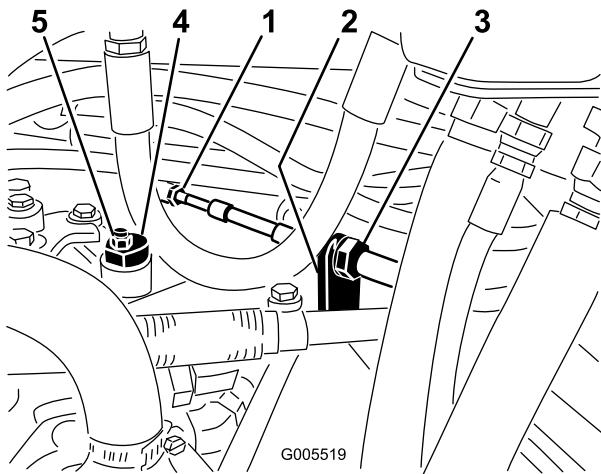

図 54
- A. 走行ケーブルを油圧トランスマッisionのバルクヘッドに取り付けているジャムナット（図 54）を両方ともゆるめる。ジャムナットは調整ができるよう十分に、また均等にゆるめること。
注 偏芯ナットをトランスマッision上部に止めているナット（図 54）をゆるめる。
- C. どちらにも車輪が回らないように偏芯ナットを回して調整する。調整ができたら固定ナットを締める（図 54）。スロットルSLOW およびFAST 位置で調整が正しいことを確認する。
- D. バルクヘッドのそれぞれの側から、ロックナットを均等に締め付けて、ケーブルを固定する（図 54）。ケーブルをねじらないように注意すること。